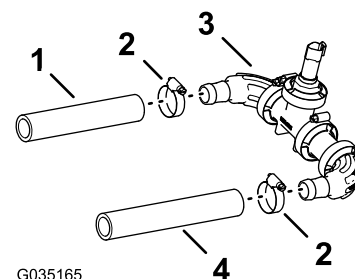

Figura 58
- Monte la manguera (1" x 7-1/4") al acoplamiento de codo dentado del transductor de presión y al distribuidor, tal y como se muestra en la Figura 58.
- Fije la manguera y los acoplamientos dentados con una abrazadera (Figura 58).
- Conecte la manguera (1" x 8 1/2") al otro codo dentado del transductor de presión y el distribuidor, según se muestra en Figura 58.
- Sujete la manguera y el acoplamiento dentado con una abrazadera (Figura 58).